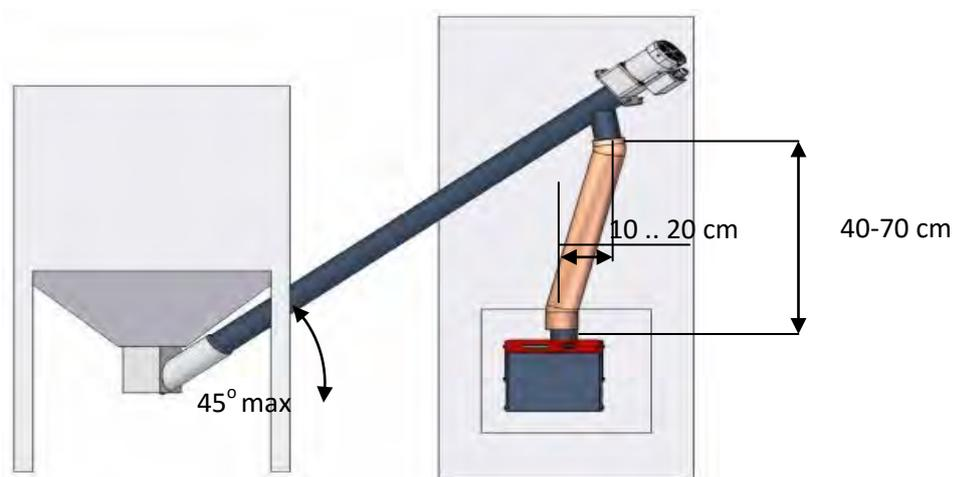

Рис. 12 Установка внешнего шнека
- Контейнер должен быть расположен таким образом, чтобы угол подъема подающего шнека не превышал 45° (см. Рис. 12).
На Рис. 12 показано правильное расположение внешнего шнека. Поскольку шланг является устройством, обеспечивающим безопасность, он должен быть расположен в строгом соответствии с нижеприведенным описанием. Вертикальное расстояние между выпускным отверстием шнека и впускным отверстием горелки должно находиться в диапазоне 40 - 70 см и с горизонтальным смещением 10 - 20 см (обычный угол расположения шнека 30: ...45:). Внешний шнек не может быть установлен под углом более 45: . Шланг должен быть расположен под углом 50: или более для обеспечения свободного падения горячего. Кабель шнека должен быть подсоединен слева от горелки. Убедитесь, что соединитель полностью вставлен в разъем.
- Внешний шнек подсоединен к горелке и положение шнека соответствует требованиям, отраженным на Рис. 12.